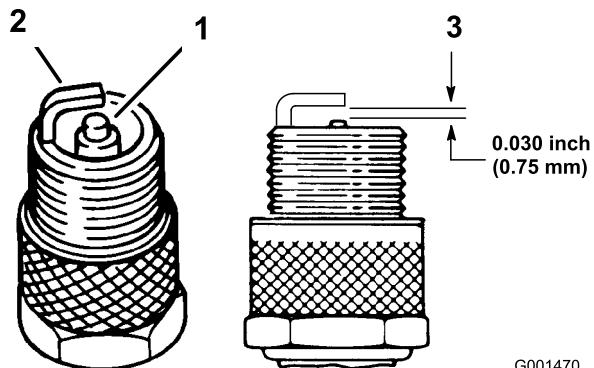

Bild 28
2. Prüfen Sie den Abstand zwischen den mittleren und seitlichen Elektroden (Bild 28). Verbiegen Sie die seitliche Elektrode (Bild 28), wenn der Abstand nicht stimmt.
1. Sehen Sie sich die Mitte der Zündkerzen an (Bild 28). Wenn der Kerzenstein hellbraun oder grau ist, ist der Motor richtig eingestellt. Eine schwarze Schicht am Kerzenstein weist normalerweise auf einen schmutzigen Luftfilter hin.
- Schließen Sie den Zündkerzenstecker an die Zündkerzen an (Bild 28).